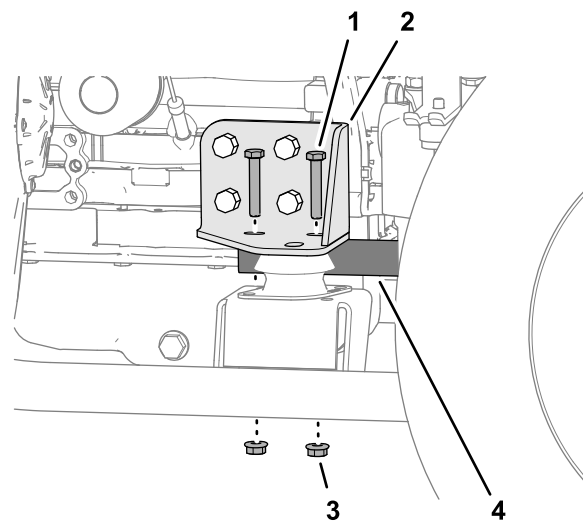

Figura 91
6. Retire los 2 pernos y las 2 tuercas que sujetan el tubo antirrotación al bastidor derecho del motor (Figura 91).